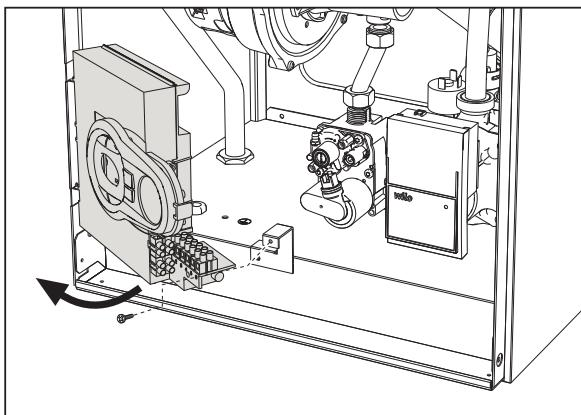

fig. 21
- Svitare le viti e ruotare il pannello comandi (vedi fig. 21).